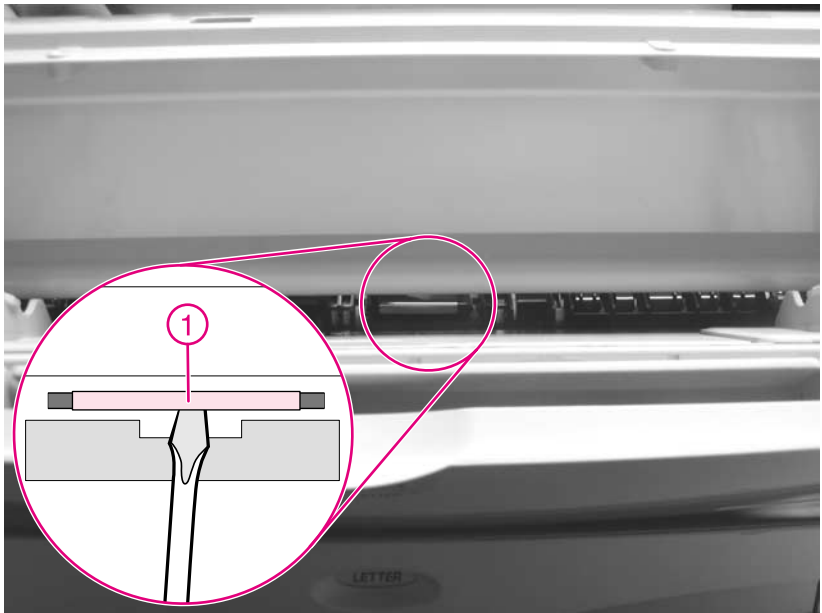
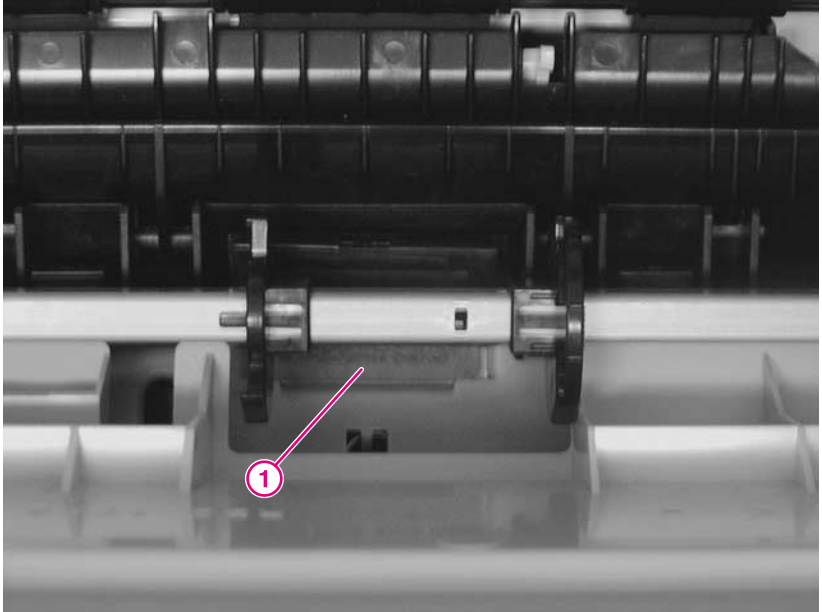

Figura 7
Figura 8
- 2 Busque la almohadilla de separación de la bandeja 1 mediante la Figura 7 (elemento 1) y la Figura 8 (elemento 1).
- 3 Con una mano, utilice un destornillador pequeño de punta plana para extraer la almohadilla de separación de la bandeja 1 (Figura 7, elemento 1) de su soporte.
- 4 Con la otra mano dentro de la impresora, retire la almohadilla de separación (Figura 8, elemento 1).